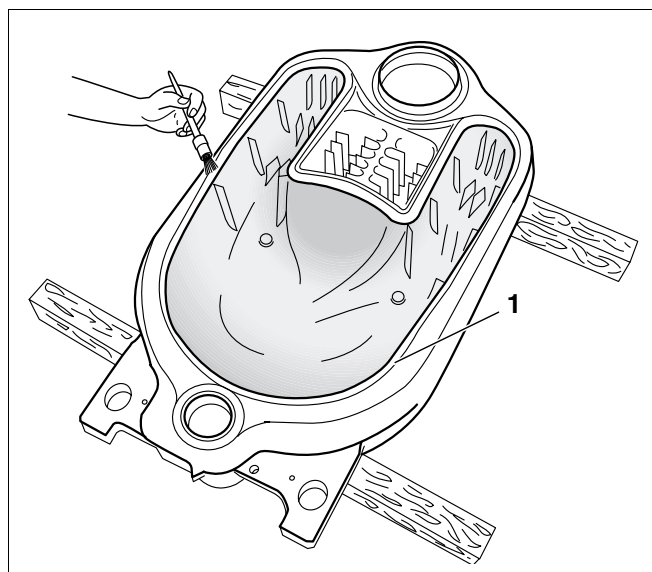

Fig. 12 La penele de etanșare se aplică un strat de adeziv
Pentru ca șnurul de etanșare să adere la pana de etanșare, (Fig. 12, **Poz. 1**) trebuie acordată o atenție deosebită ca pana de etanșare să fie uscată și curată.
- La penele de etanșare (Fig. 12, **Poz. 1**) se va aplica un strat de adeziv (Fig. 12).